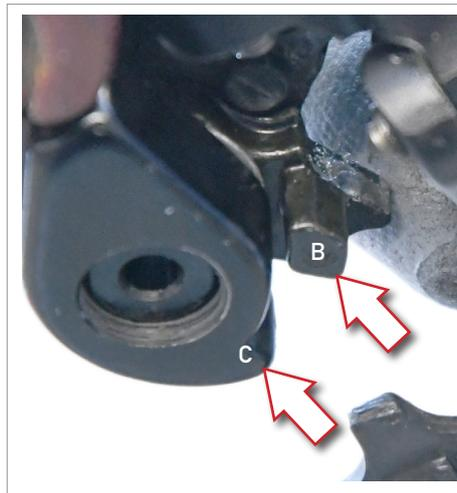
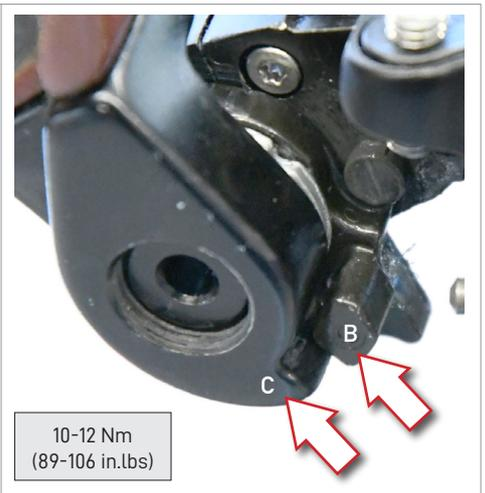

Abb.5
Abb.6
- Achten Sie bei der Montage darauf, dass der Zahn des Schaltwerks (B – Abb. 5) korrekt am Zahn des rechten hinteren Ausfallendes anliegt (C – Abb. 6).